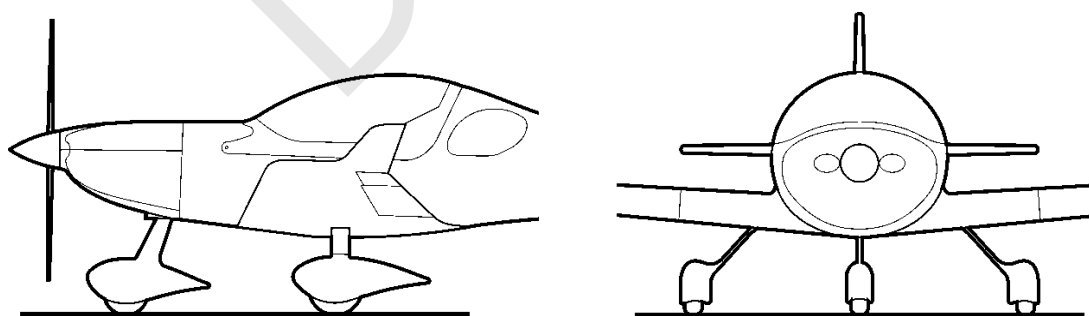

Abb. 7-1 Festfahrwerk
Bei der Ausführung mit Festfahrwerk (FG) bestehen die Beine des Hauptfahrwerks aus je einem GFK-Federbein, welches im Rumpfmittelbereich befestigt ist. Das Bugradbein besteht aus einem Stahlrohr und ist am Brandschott befestigt. Die Federung erfolgt über Gummikomponenten und die Ansteuerung über die Seitenruderpedale (Abb. 7-1).